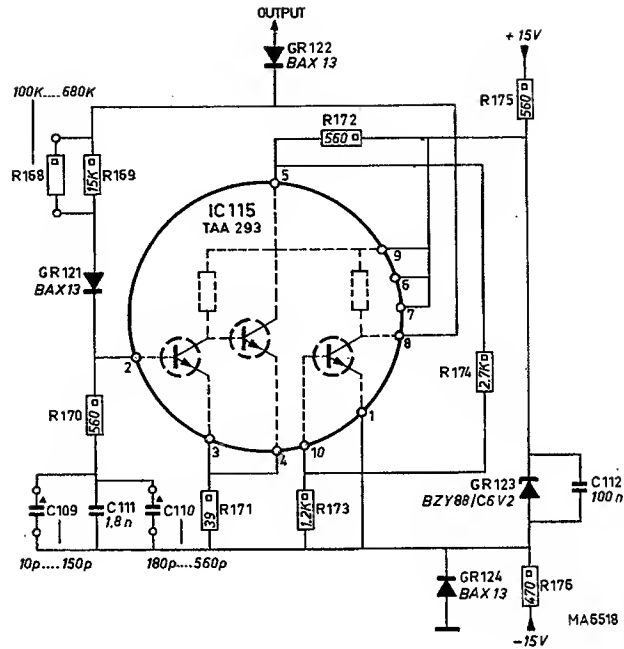

Abb. 21. Taktgeber
a. Taktimpulsgenerator (Abb. 21)